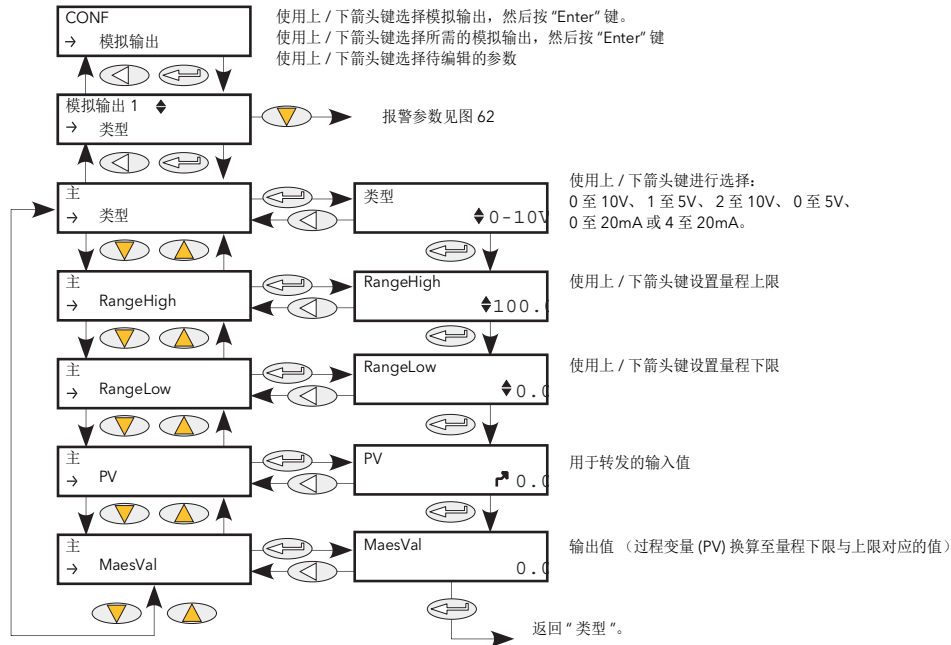
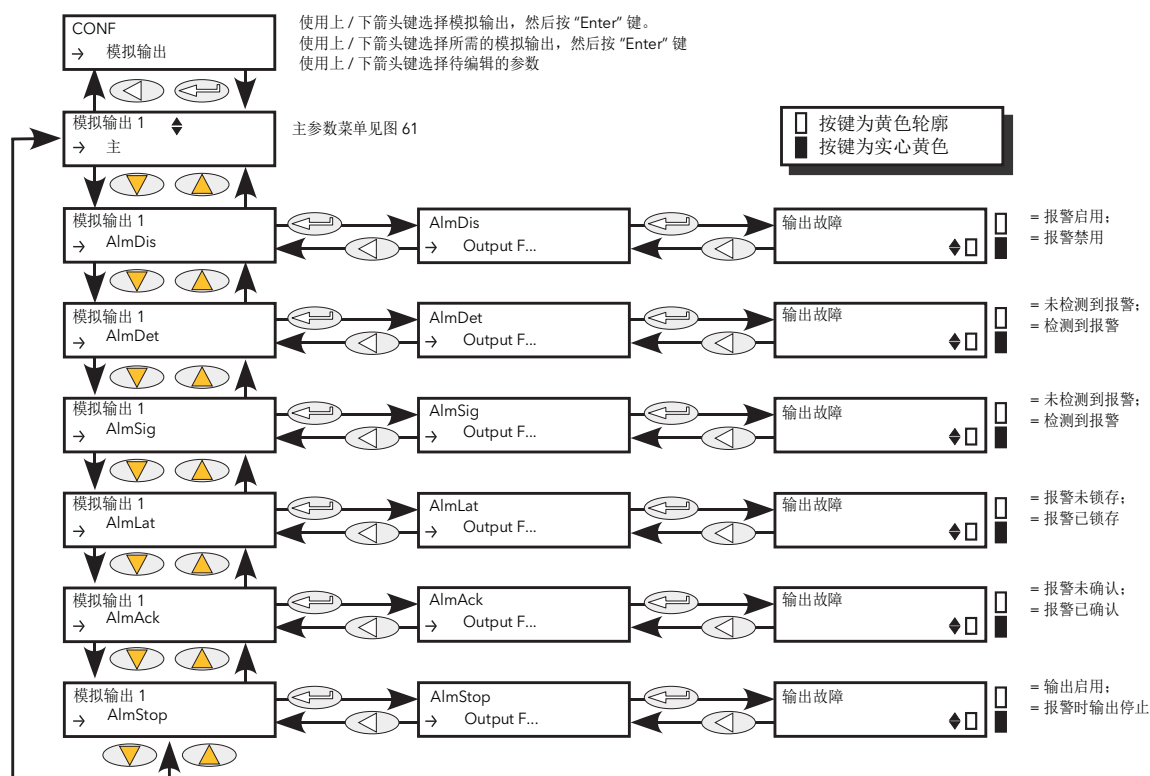

图 61 模拟输出“主”菜单
图 62 模拟输出报警参数访问
该功能提供电流或电压输出，输出值由过程变量 (PV) 通过量程上限与下限换算得到。图 61 展示了“主配置”子菜单；图 62 展示了报警参数。